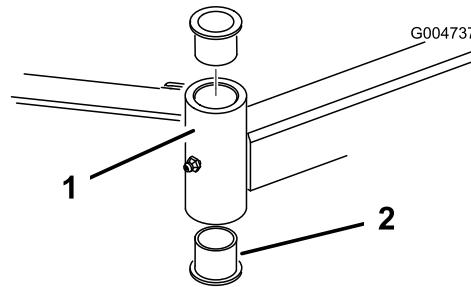

Рисунок 82
- Вставьте пробойник сверху или снизу монтажной трубы и выбейте втулку из трубы (Рисунок 82).